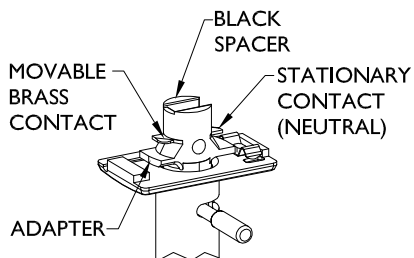

FIG. 6
1. Ensure CONTACTS are at the same level with BLACK SPACER in place for lower circuit. (FIG. 6)
1. S'assurer que les CONTACTS sont au même niveau que la CALE D'ESPACEMENT NOIRE en place pour le circuit du bas. (FIG. 6)